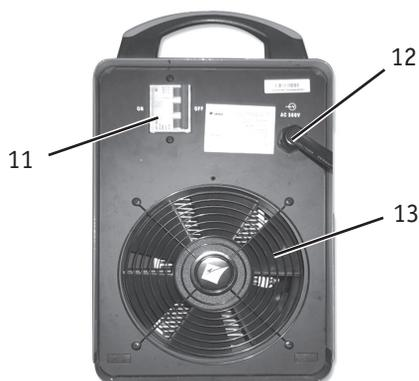

Рис. 1.2
1. Установите выключатель сети в положение «Вкл.» (11) (**рис. 1.2**), заработает встроенный вентилятор.
3. Установите выключатель сети в положение «Вкл.» (11) (рис. 1.2), заработает встроенный вентилятор.